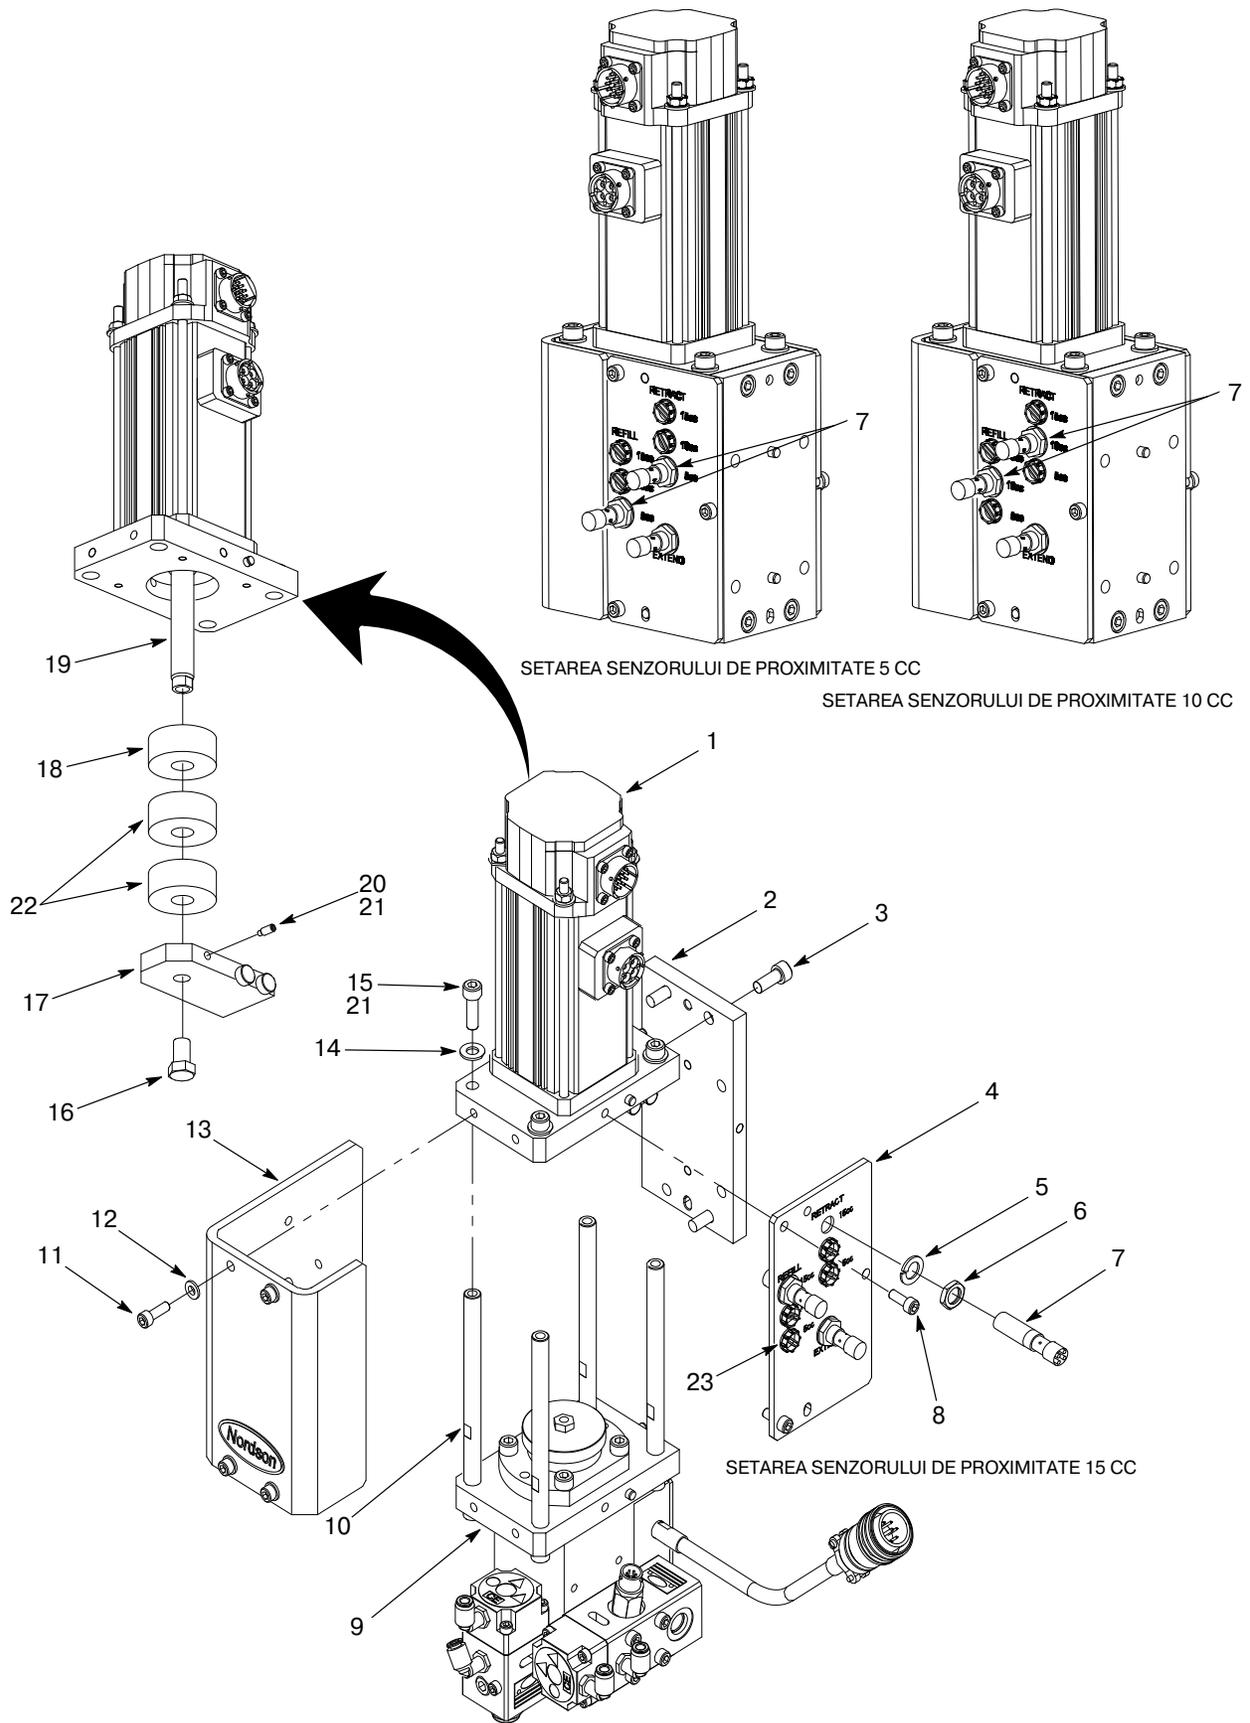
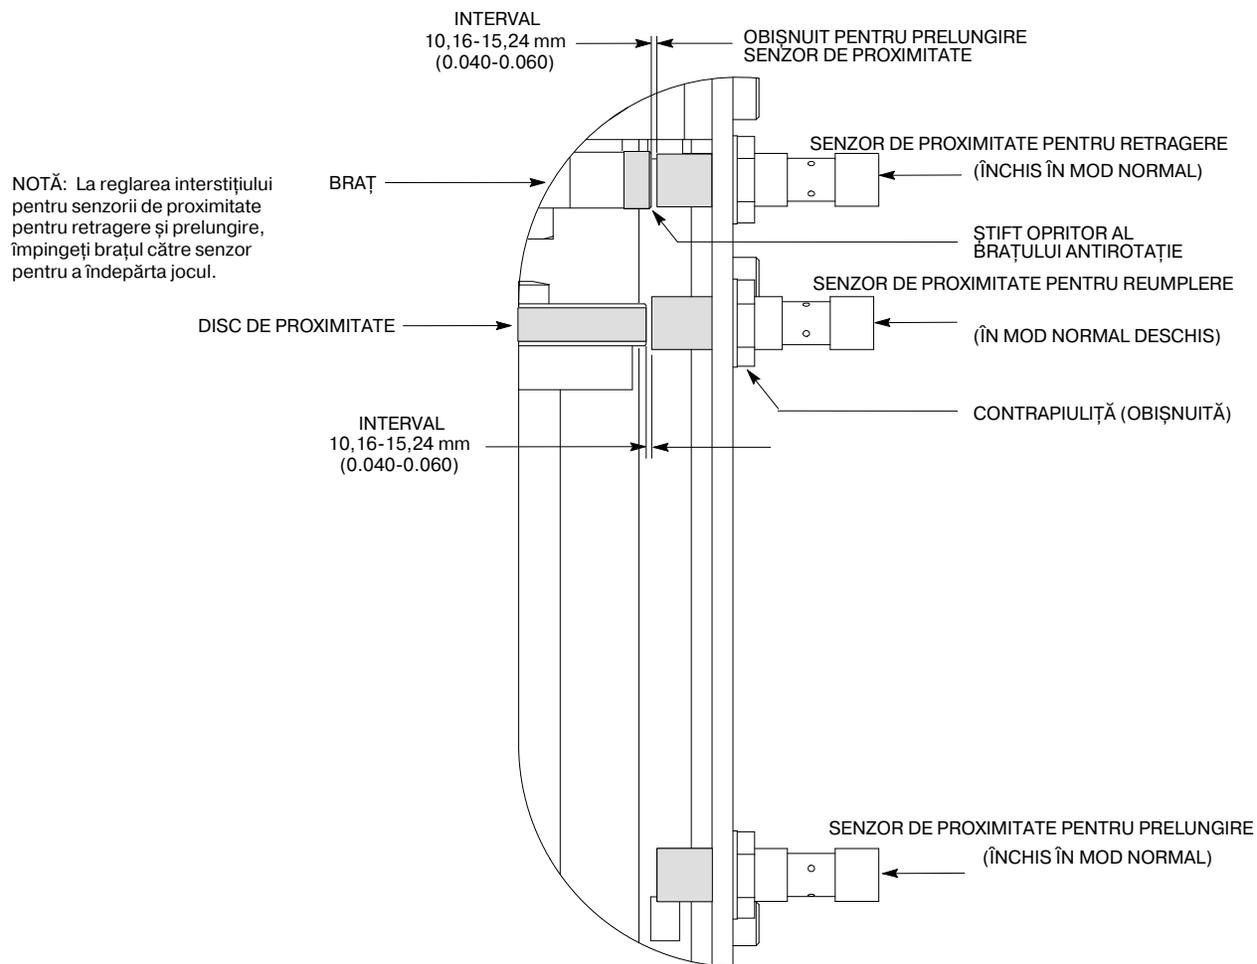

Figura 10 Repararea actuatorului liniar și a senzorului de proximitate
Figura 11 Reglarea senzorului de proximitate
Vezi Figura 10 și folosiți următoarea procedură pentru înlocuirea actuatorului liniar.
1. A se vedea Figura 10. Asigurați-vă că actuatorul liniar (1) este în poziție extinsă pentru expunerea arborelui (19).
2. Demontați șuruburile (11) și șaibele (12) care fixează mantaua (13) la actuatorul liniar (1) și flanșa carcasei (9).
3. Desfaceți șurubul (16) din brațul antirotație (17). Slăbiți șuruburile de reglare (20) și demontați brațul antirotație din arbore (19).
4. Asigurați-vă că este montat un inel de etanșare în fiecare distanțier din aluminiu (22). Montați distanțierele din aluminiu pe arborii (19):
- a. Montați brațul antirotație (17) pe arborele (19) cu ajutorul șurubului (16). Strângeți cu degetele șurubul.
- b. Aplicați Loctite 242 (21) pe filetele șuruburilor de reglare (20). Montați șuruburi de reglare în brațul antirotație (17). Strângeți cu degetele șuruburile de reglare.
- c. Strângeți șurubul (16) la 13,5 N•m (10 ft-lb). Strângeți șuruburile de reglare (20) și strângeți la 4 N•m (35 in.-lb).
6. Resetați fiecare senzor de proximitate (7):
1. A se vedea Figura 10. Deconectați cablul de la senzorul de proximitate(7).
2. Demontați șuruburile (11) și șaibele de blocare (12) care fixează mantaua (13) la actuatorul liniar (1) și flanșa carcasei (9).
3. Slăbiți contrapiulița (6). Demontați senzorul de proximitate (7), contrapiulița (6) și șaiba de blocare (5) de la placa de proximitate (4).
4. Montați contrapiulița (6) și șaiba de blocare (5) pe noul senzor de proximitate (7).
1. A se vedea Figura 11. Prolunghiți sau retrageți actuatorul liniar până când știftul opritor al brațului antirotație se află chiar în spatele senzorului.
5. A se vedea Figura 10. Montați mantaua (13) la actuatorul liniar (1) și flanșa carcasei (9) cu ajutorul șaibelor (12) și al șuruburilor (11). Strângeți bine șuruburile.
1. A se vedea Figura 11. Prolunghiți ansamblul plunjerului până când discul de proximitate se află chiar în spatele senzorului de proximitate.
3. Conectați cablul la senzorul de proximitate (7).
4. A se vedea Figura 10. Montați mantaua (13) la actuatorul liniar (1) și flanșa carcasei (9) cu ajutorul șaibelor (12) și al șuruburilor (11). Strângeți bine șuruburile.